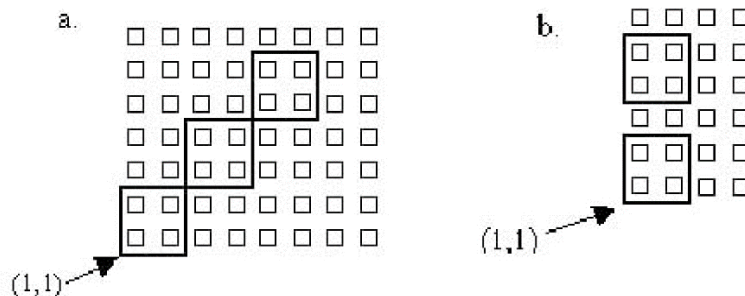

Figura 5.9: Recorridos usando cuadrados de lado 2
2. Utilice el proceso desarrollado en 1. para realizar un programa para cada uno de los recorridos de la figura 5.9.